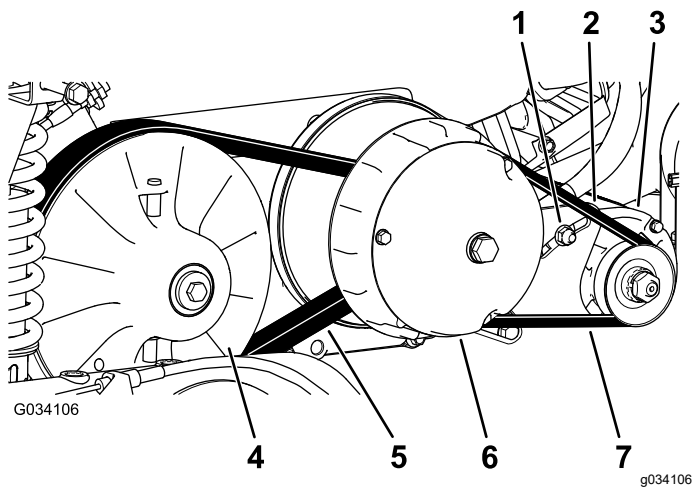

图 63
6. 转动并检查皮带图 63 是否有过度磨损或损坏的迹象。
3. 转动并将皮带放到副离合器上图 63。
4. 从副离合器上卸下皮带图 63。
5. 将新皮带放到主离合器上并对齐图 63。
6. 转动并将皮带放到副离合器上图 63。
2. 拧松启动发电机的枢轴螺母图 63。
4. 向下压撬棍将启动器向下转入槽中直至当施加 44N 的力量时皮带张紧力仅允许 6mm 的皮带上压图 63。
5. 用手拧紧枢轴螺母并取下撬棍图 63。